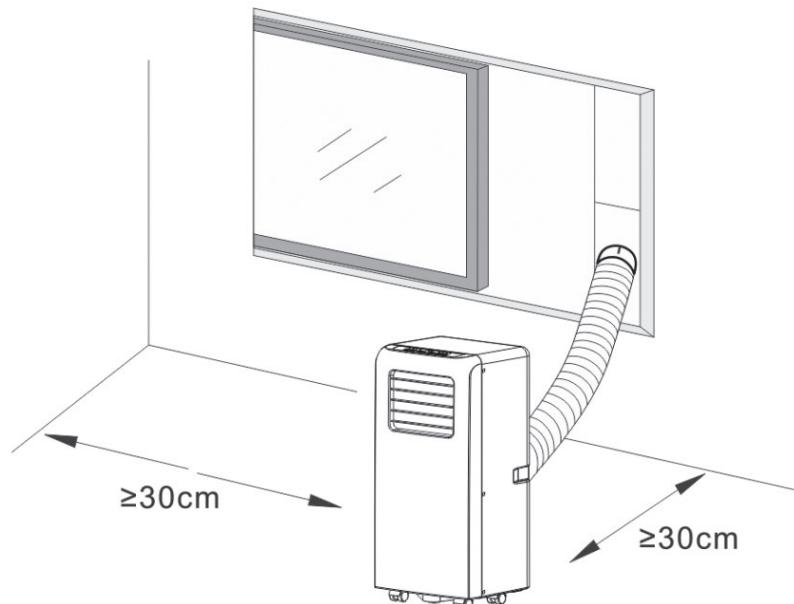

Fig. 3
- O ar condicionado deve ser instalado numa superfície plana e resistente que esteja vazia ao menos 30cm em redor da unidade, para que nada bloquee a saída de ar. (Ver Fig.3)